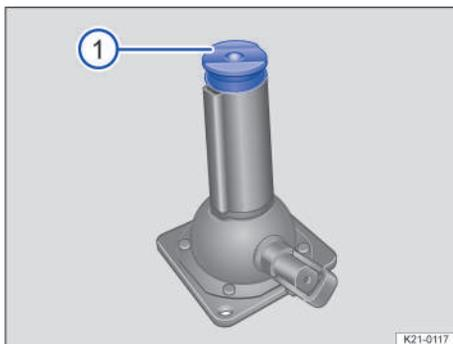
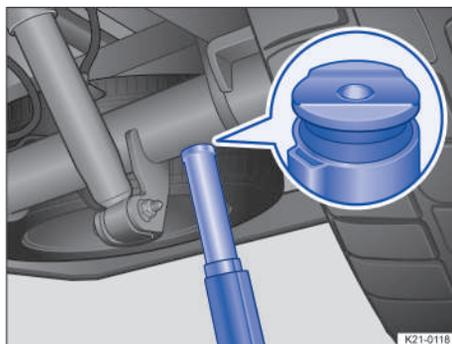

Fig. 208 Rebaje en el gato.
Fig. 209 Colocar el gato debajo del eje trasero.
Para evitar que el vehículo resbale al elevarlo, hay que colocar el gato debajo del punto de apoyo de manera que uno de los rebajes → fig. 208 ① quede longitudinalmente justo en el centro del eje trasero → fig. 209.